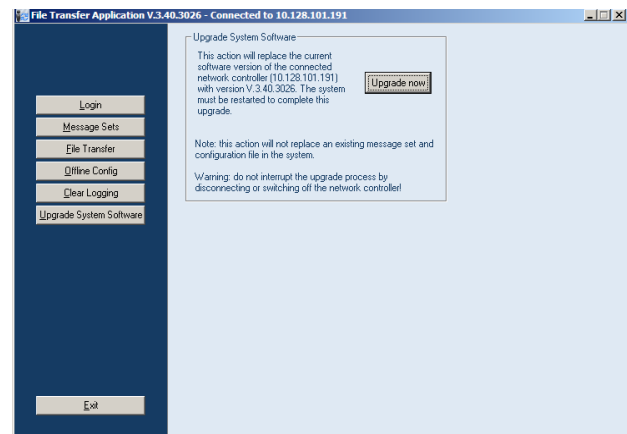

Abbildung 36.5: File Transfer Bildschirm
- 1 Klicken Sie auf die Schaltfläche *Upgrade system software*. Es wird ein Bildschirm angezeigt, der dem in Abbildung 36.5 gleicht.